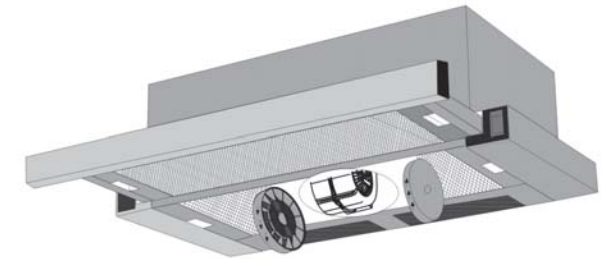

РИС. 7
Угольные фильтры устанавливаются на защитные решетки короба вентилятора путем легкого нажатия и поворота их по часовой стрелке (рис. 7). Фильтрация воздуха осуществляется с помощью двух угольных фильтров, затем очищенный воздух возвращается в помещение. Очищенный воздух поступает в помещение через переходник или воздуховод.
- установите два угольных фильтра Ф-05 (рис.7) .